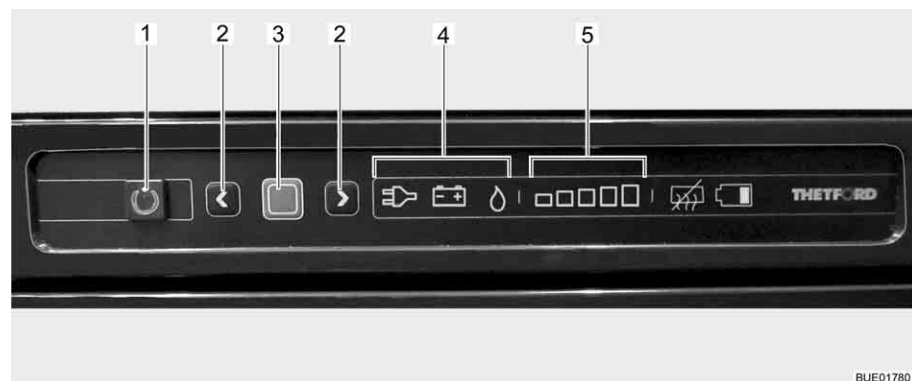

Bild 133 Bedienelemente für den Kühlschrank
Die aktuelle Betriebsart wird durch ein leuchtendes Symbol (Bild 133,4) an der Bedieneinheit angezeigt.
Nach dem Einschalten wählt der Kühlschrank automatisch die zuletzt gewählte Thermostateinstellung. Diese Einstellung kann manuell mit den Pfeiltasten (Bild 133,2) nachgeregelt werden. Die Leuchtbalken der Kühlstufenanzeige (Bild 133,5) zeigen die gewählte Thermostateinstellung an. Mit den Pfeiltasten wird die Kühltemperatur für alle drei Energiearten eingestellt. Es dauert einige Stunden, bis der Kühlschrank die normale Betriebstemperatur erreicht hat. Beim Umschalten der Betriebsart wird die Thermostateinstellung beibehalten. Die Kühltemperatur wird unabhängig von der Energieart beibehalten.
- Taste Ein/Aus (Bild 133,1) 1 Sekunde lang drücken. Taste (Bild 133,1) leuchtet grün auf. Nach ca. 10 Sekunden wird die Anzeige aus Energiepargründen gedimmt.
- Bestätigungstaste (Bild 133,3) drücken. Die aktuelle Einstellung der Betriebsart wird angezeigt.
- Wenn nicht Betriebsart Gas eingestellt ist: Zum Ändern der Einstellung Bestätigungstaste (Bild 133,3) ca. 2 Sekunden lang drücken.
- Mit den Pfeiltasten (Bild 133,2) die Betriebsart Gas auswählen. Die Gaszufuhr ist geöffnet. Der Zündvorgang erfolgt automatisch. Ein tickendes Geräusch ist hörbar, bis der Zündvorgang erfolgreich abgeschlossen ist.
- Bestätigungstaste (Bild 133,3) ca. 2 Sekunden lang drücken.
- Bestätigungstaste (Bild 133,3) erneut drücken. Die aktuelle Kühlstufe wird durch die Leuchtbalken (Bild 133,5) angezeigt.
- Zum Ändern der Einstellung die Pfeiltasten (Bild 133,2) drücken, bis die gewünschte Einstellung angezeigt wird.
- Taste Ein/Aus (Bild 133,1) ca. 2 Sekunden lang drücken. Alle Lampen erlöschen. Der Kühlschrank ist abgeschaltet.
- Taste Ein/Aus (Bild 133,1) 1 Sekunde lang drücken. Taste (Bild 133,1) leuchtet grün auf. Nach ca. 10 Sekunden wird die Anzeige aus Energie-spargründen gedimmt.
- Wenn nicht Betriebsart 230-V-Betrieb eingestellt ist: Zum Ändern der Einstellung Bestätigungstaste (Bild 133,3) ca. 2 Sekunden lang drücken.
- Mit den Pfeiltasten (Bild 133,2) die 230-V-Betriebsart auswählen.
- Wenn nicht Betriebsart 12-V-Betrieb eingestellt ist: Zum Ändern der Einstellung Bestätigungstaste (Bild 133,3) ca. 2 Sekunden lang drücken.
- Mit den Pfeiltasten (Bild 133,2) die 12-V-Betriebsart auswählen.